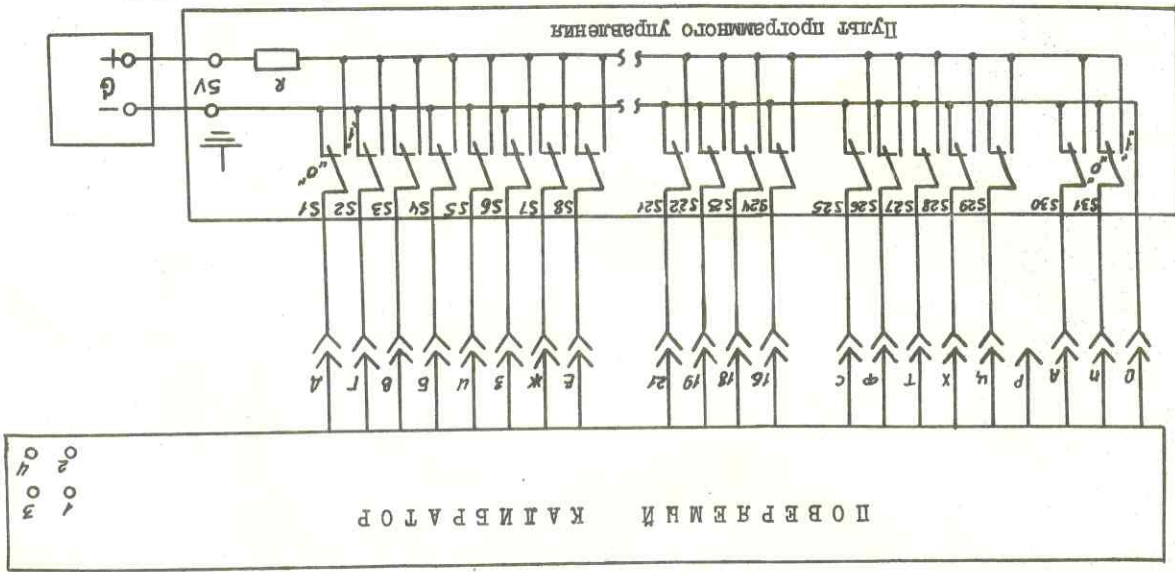

Рис. 2
4.3.2.2. Проверьте работоспособность калибратора в режиме программного управления по схеме рис. 2:
Номера переключателей в положении "1" (схема на рис. 2)	Напряжение (ток) на выходе калибратора
Номера переключателей в положении "Г" (схема на рис. 2)	Напряжение (ток) на выходе калибратора